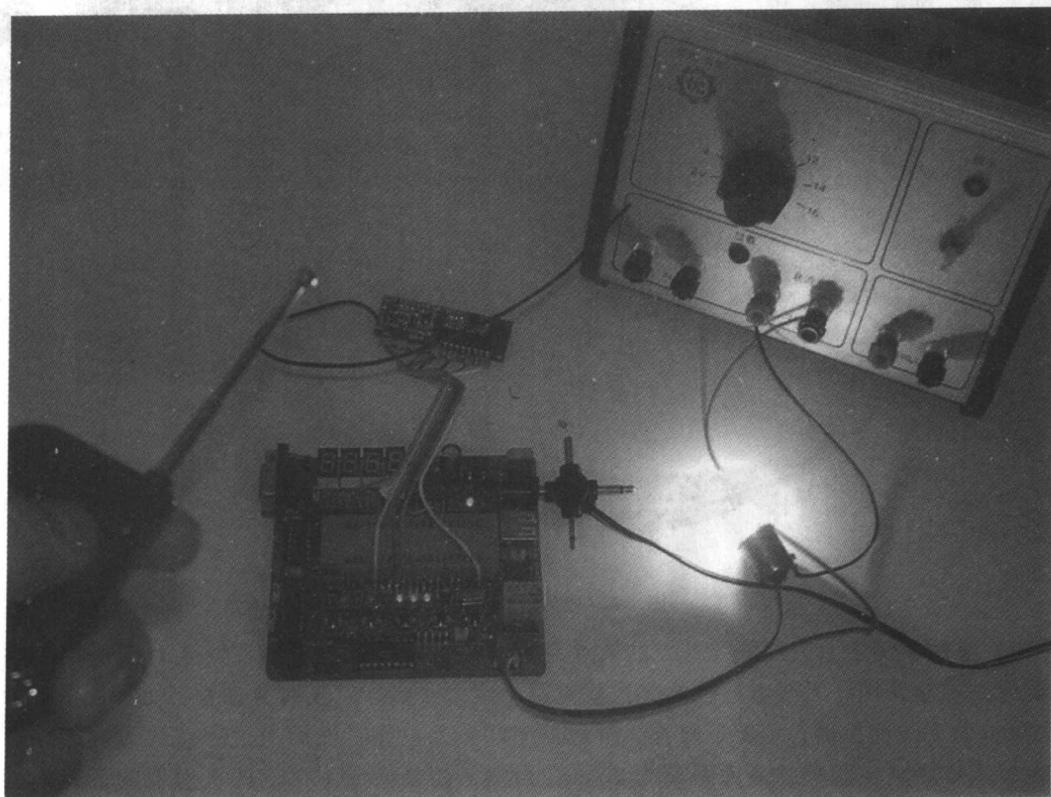

图 1-8 无线电遥控继电器开关灯泡实例
7) 应用实例之七：红外线遥控的缺点是有方向性，即遥控发射器需要对准遥控接收器才能起到控制作用。无线电遥控的方式就克服了这个缺点，它没有方向性，如图 1-8 所示的是 200m 的无线遥控器，电源、灯泡、继电器串联接入电路，然后通过手持式无线遥控器来控制，人体距离实验板的最大距离为 200m，当然，如果换成 1000m 的发射器的话，就可以进行 1000m 的无线遥控了，通过这样的原理，可以进行各种无线遥控类的产品开发。